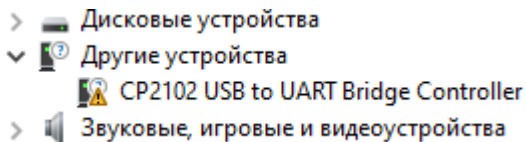

Рисунок 1. Отображение устройства в диспетчере устройств
4. После подключения устройства запустится автоматический поиск драйверов, который завершится неудачей. Для установки драйверов найдите в «Диспетчере устройств» раздел «Другие устройства», в нем должно быть устройство «CP2102 USB to UART Bridge controller» (Рисунок 1).